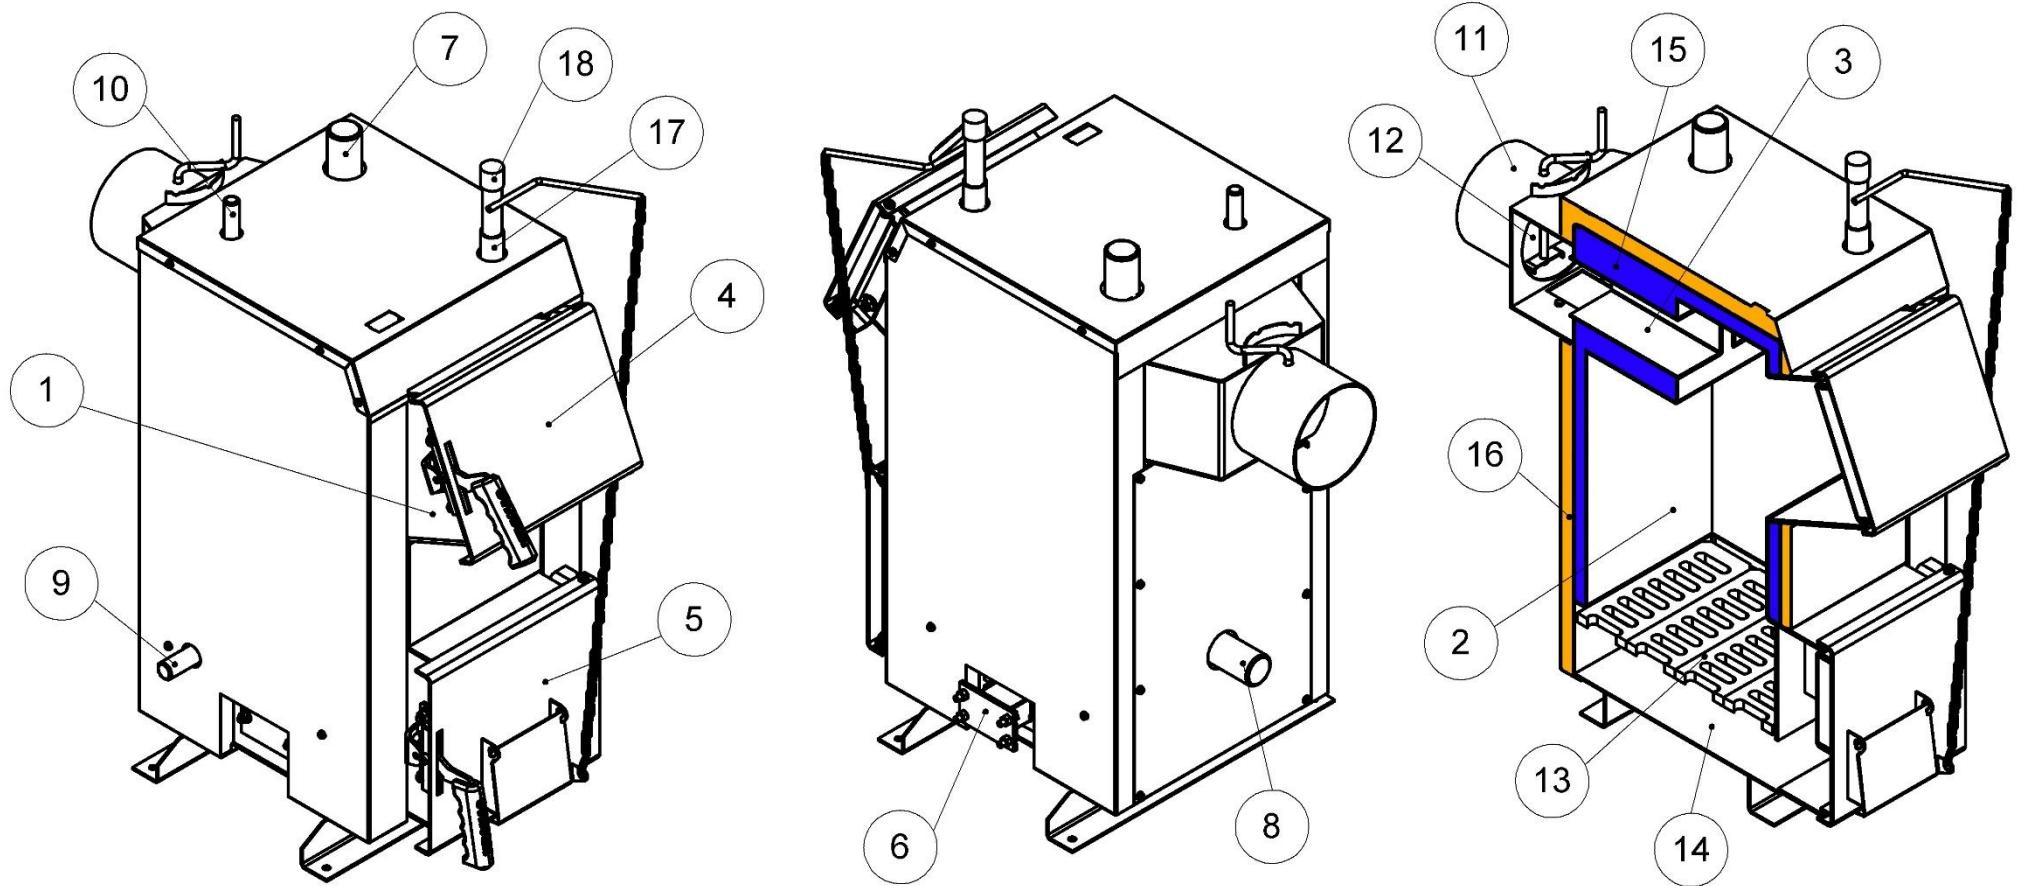

Рисунок 5.1 – Зовнішній вигляд та основні елементи котла (серія Еко)
- у котлі **Eko** – під колосникові грати крізь дверцята подачі повітря. Кількість повітря, необхідного для процесу згоряння, регулюється механічним регулятором тяги (поз. 18, рис. 5.1), який шляхом натягу або послаблення ланцюга керує положенням кришки дверцят. *Регулятор тяги не входить до комплекту поставки котла.*
Регулятор тяги (поз. 18, рис. 5.1) необхідно приєднати до патрубка з внутрішньою різьбою, який знаходиться у верхній частині корпуса (рис. 5.1). Різьбове з'єднання при цьому потрібно ущільнити. Регулятор повернути таким чином, щоб наконечник для закріплення шестигранного важеля (з комплекту регулятора) був направлений вправо.